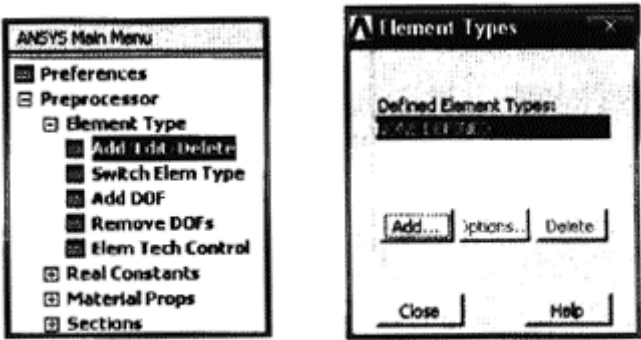

图 3-2 定义单元类型路径、添加单元类型对话框
- ①选择 MainMenu>Preprocessor>Element Type>Add / Fxlit / Delete 命令，弹出如图 3-2 所示的 Element Type 对话框(初次定义时，列表框中显示“NONE DEFINED”，表示没有任何单元被定义)。